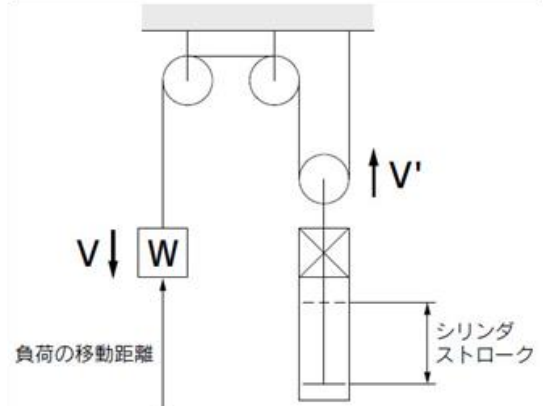

図1. 倍速機構
- ① 負荷の質量, 移動距離, 移動時間, 取付姿勢, 使用圧力の各条件より、最適なロックユニットサイズを選定してください。
- ② ご使用に際しては、選定時の最大速度を超えないように注意してください。
- ③ 移動時間とは、負荷の動き出しから負荷の移動距離を中間停止なしで動く時間のことです。
- ④ 図1に示す倍速機構などのように駆動機器のストロークと負荷の移動距離が異なる場合、負荷の移動距離のほうを選定に用いてください。
- ⑤ 以下に示す選定例および選定手順は中間停止(動作中の非常停止を含む)での使用を前提として選定方法を示していますが、落下防止などのロック時に運動エネルギーが作用しない条件でのみ、ロックを使用する場合の最大負荷質量は、使用圧力より、P7 グラフ⑤~⑦の最大速度  $V=100\text{mm/s}$  の負荷質量を上限として機種選定を行って下さい。